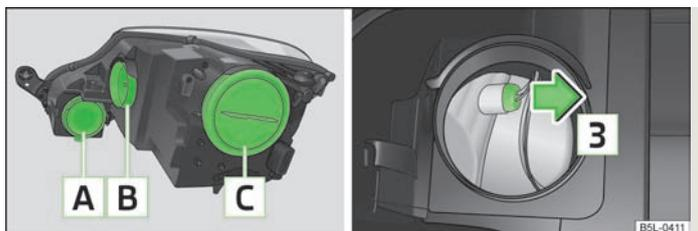

Fig. 169 Phares avant : emplacement des ampoules/dépose de la douille du feu de position (phares au xénon)
Synoptique des emplacements des ampoules » fig. 169.
- » Retirer le recouvrement en caoutchouc **B** » fig. 169.
- » Tirer sur la douille dans le sens de la flèche **3** pour la faire sortir » fig. 169.
- Retirer le recouvrement en caoutchouc **A** » fig. 169.